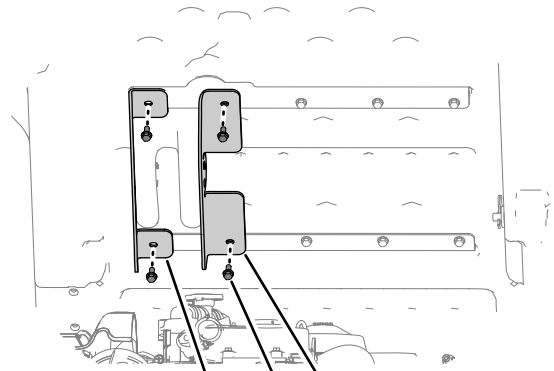

Figure 5
- 2. Alignez le support de plateau extérieur (brides courtes) sur le trou extérieur de chaque renfort (Figure 5).
- 3. Fixez le support extérieur (brides courtes) au plateau au moyen de 2 des boulons que vous avez retirés à l'opération 1, et serrez les boulons à la main (Figure 5).
- 4. Alignez le support de plateau intérieur (brides longues) sur le trou intérieur des renforts (Figure 5).
- 5. Fixez le support intérieur au plateau au moyen des 2 autres boulons que vous avez retirés à l'opération 1, et serrez les boulons à la main (Figure 5).